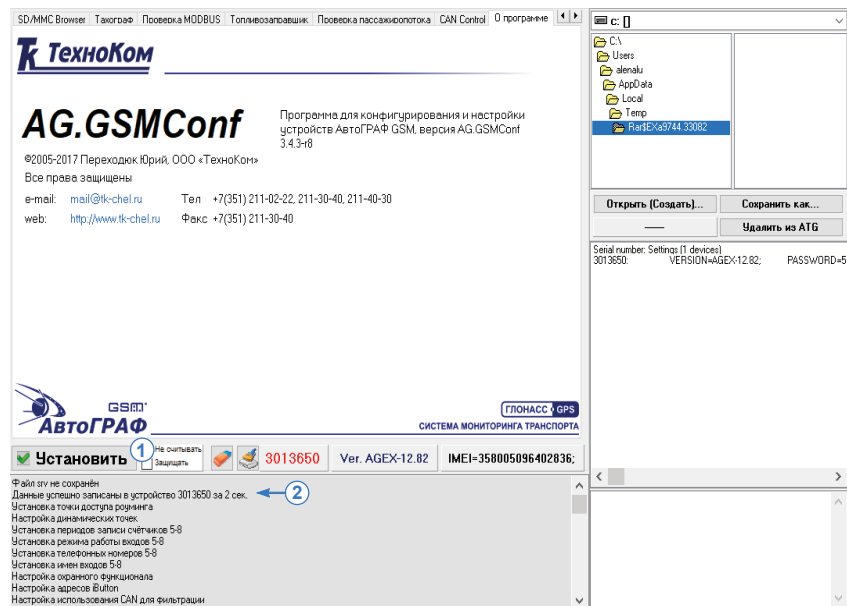

Рис.99. Запись настроек в прибор.
1. Кнопка «Установить» – кнопка позволяет записать настройки в подключенный прибор. При успешной записи настроек высветится значок  и появится строка об успешной записи в окне состояния (Рис.99, п.2).